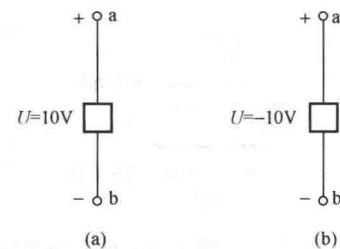

图 1-7 【例 1-2】图
**【例 1-2】** 如图 1-7 所示，电路上电压的参考方向已选定。试指出各电压的实际方向。
**解** 如图 1-7 (a) 所示， $U > 0$ ， $U$  的实际方向与参考方向相同，电压  $U$  由 a 指向 b，大小为 10V。
如图 1-7 (b) 所示， $U < 0$ ， $U$  的实际方向与参考方向相反，电压  $U$  由 b 指向 a，大小为 10V。